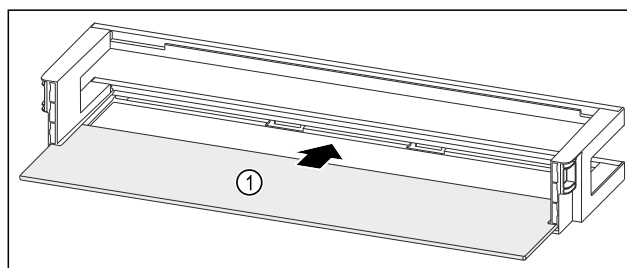

Fig. 185 Polica u vratima s policom za odlaganje
- Umetnite policu Fig. 185 (1) u bočna udubljenja.